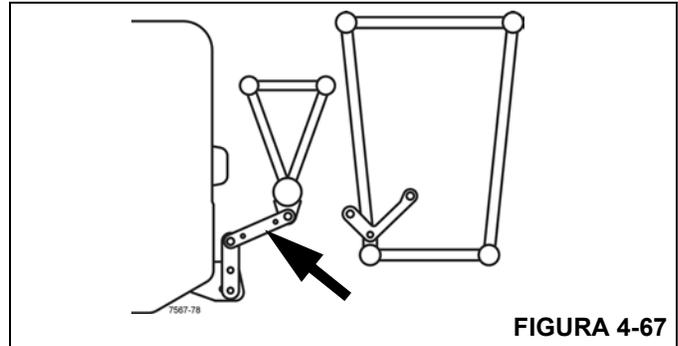

FIGURA 4-67
- La conexión entre la extensión de 23 pies (7 m) y la pluma principal en la parte trasera se establece (Figura 4-67).